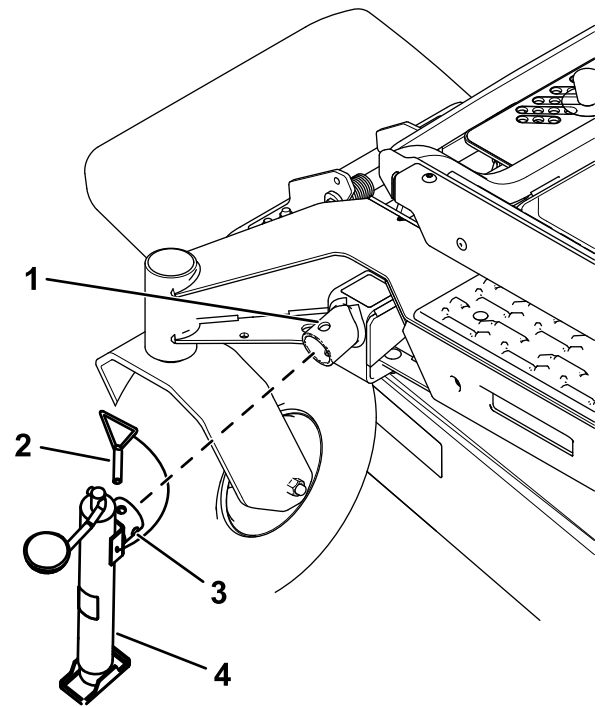

Figura 2
4. Fissate il martinetto al relativo supporto con il perno del martinetto (Figura 2).